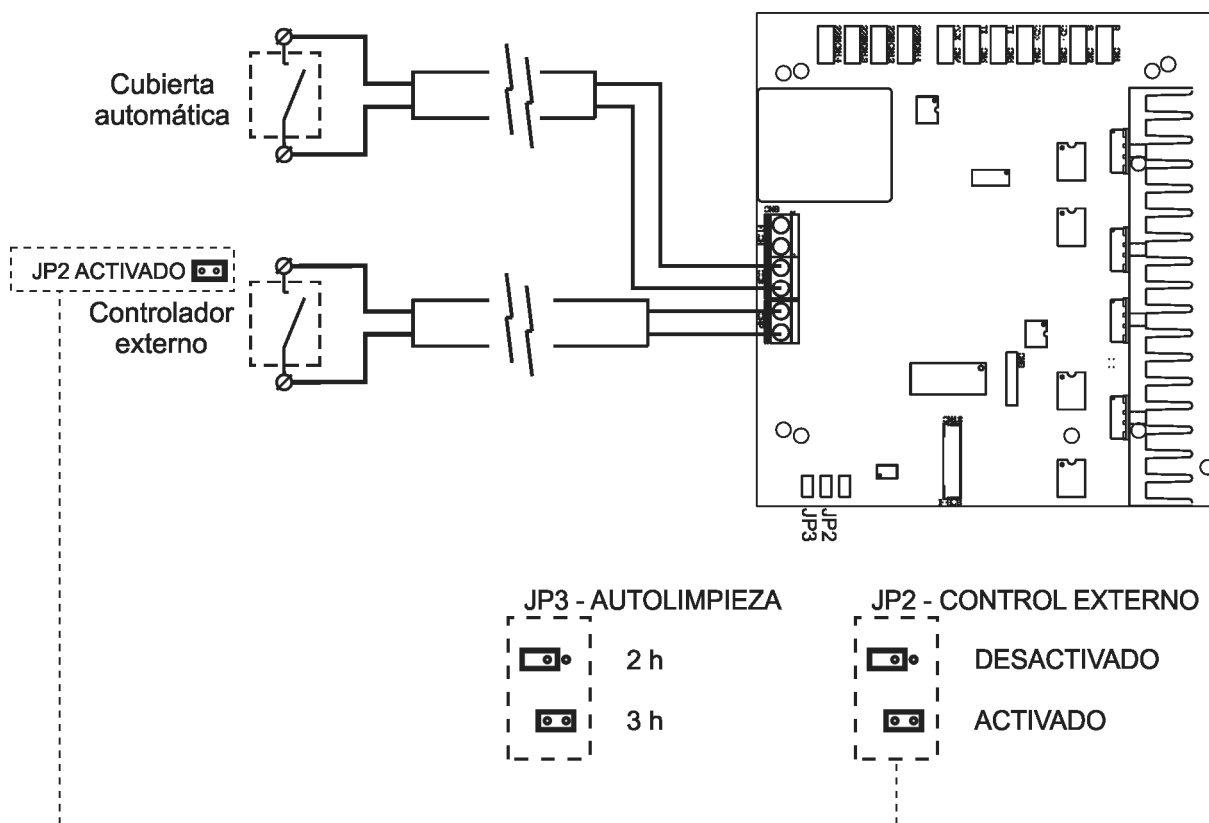

Fig. 16
- **Sistema de AUTOLIMPIEZA DE ELECTRODOS:** los leds [5] indican el estado de polarización de los electrodos (directa/inversa). La frecuencia de inversión se puede seleccionar mediante el jumper "JP3" situado en la placa del control del sistema (Fig. 16). Esta configuración se hará efectiva cuando el equipo se desconecte y se vuelva a conectar.